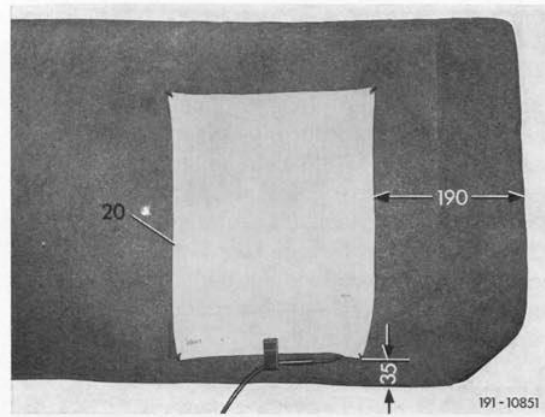

Bild 10
40 Heizkissen (20) an den Ecken nach Bild 10